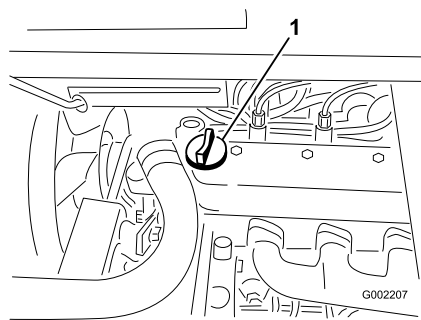

Figura 17
3. Se o nível de óleo estiver baixo, deverá retirar a tampa de enchimento da cobertura da válvula (Figura 17) e deitar óleo na abertura até que o nível suba até à marca "Full" (Cheio) da vareta; consultar a secção Manutenção do óleo do motor, Manutenção do motor, página 36, acerca do tipo e viscosidade do óleo. Adicione o óleo lentamente e verifique o nível com alguma frequência durante o procedimento. Não encha demasiado.